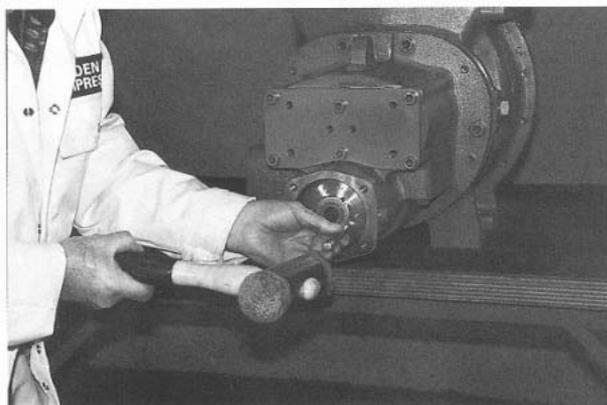

Рис. 29
16. Когда приводной барабан находится в полностью разгруженном положении, отогните язычок на пружинной шайбе назад. На некоторых компрессорах XRV127 стопорная шайба отсутствует. (Рис. 29)